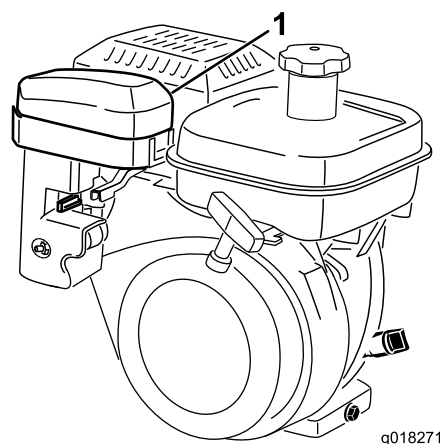
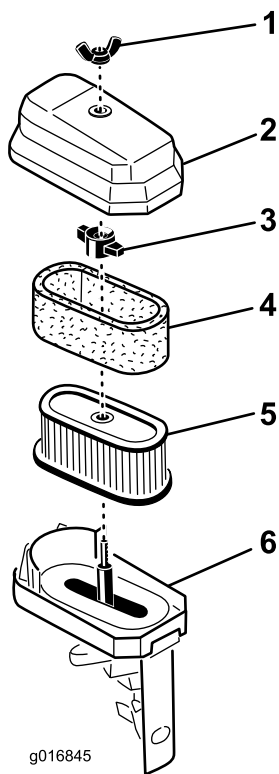

Figura 32
Figura 33
3. Limpe bem a cobertura (Figura 32 e Figura 33).
4. Se o elemento de esponja se encontrar sujo, deverá retirá-lo do elemento de papel (Figura 33). Limpe bem a esponja.